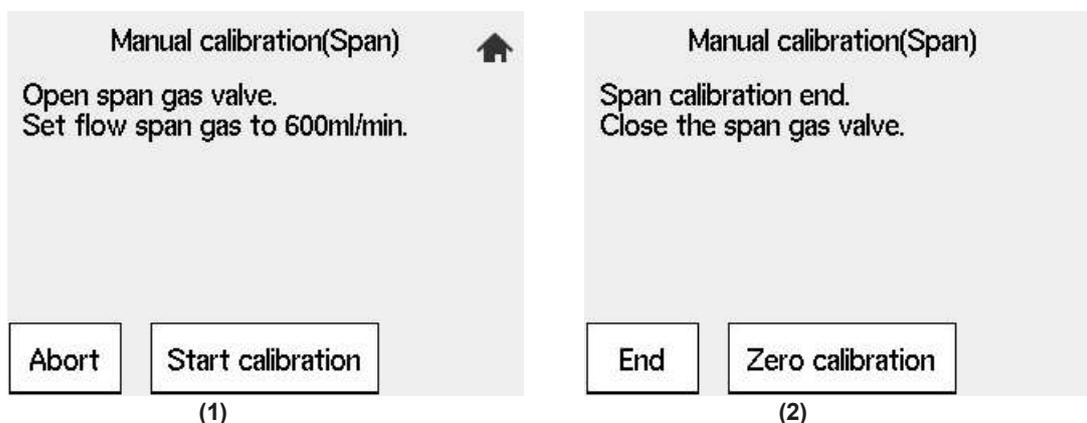

Figura 10.31 Calibração manual do gás de referência
- (1) Quando a tela mostrada na Figura 10.31 (1) aparecer durante a calibração, abra a válvula de ajuste de fluxo gás de referência da unidade de ajuste de vazão e ajuste a taxa de vazão em 600 ± 60 ml/min.. Gire a válvula lentamente no sentido anti-horário após afrouxar a contraporca se a válvula tiver uma contraporca. Para verificar a taxa de vazão, utilize o fluxômetro do gás de calibração. Se a pressão do gás de amostra for extremamente alta, ajuste a pressão do gás de amostra para obter as pressões (listadas na Tabela 10.11) ± 10%.
- (2) Ajuste a taxa de vazão e selecione "Valve opened" na tela de calibração manual.
Verifique a exibição do gráfico de tendência para ver se o valor medido está estabilizado. Em seguida, pressione a tecla [Enter]. A tela de calibração manual mostrada na Figura 10.31 (2) aparece.